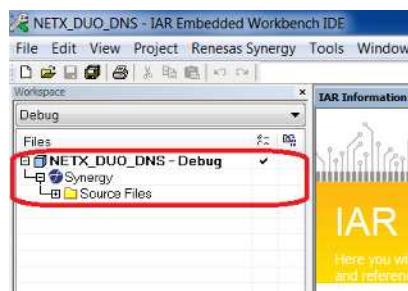

図 1.2 IAR EW for Synergy へロードされたプロジェクト
4. プロジェクトを開いた後、IAR EW for Synergy IDE に図 1.2 IAR EW for Synergy へロードされたプロジェクトに示すプロジェクト構成が表示されます。